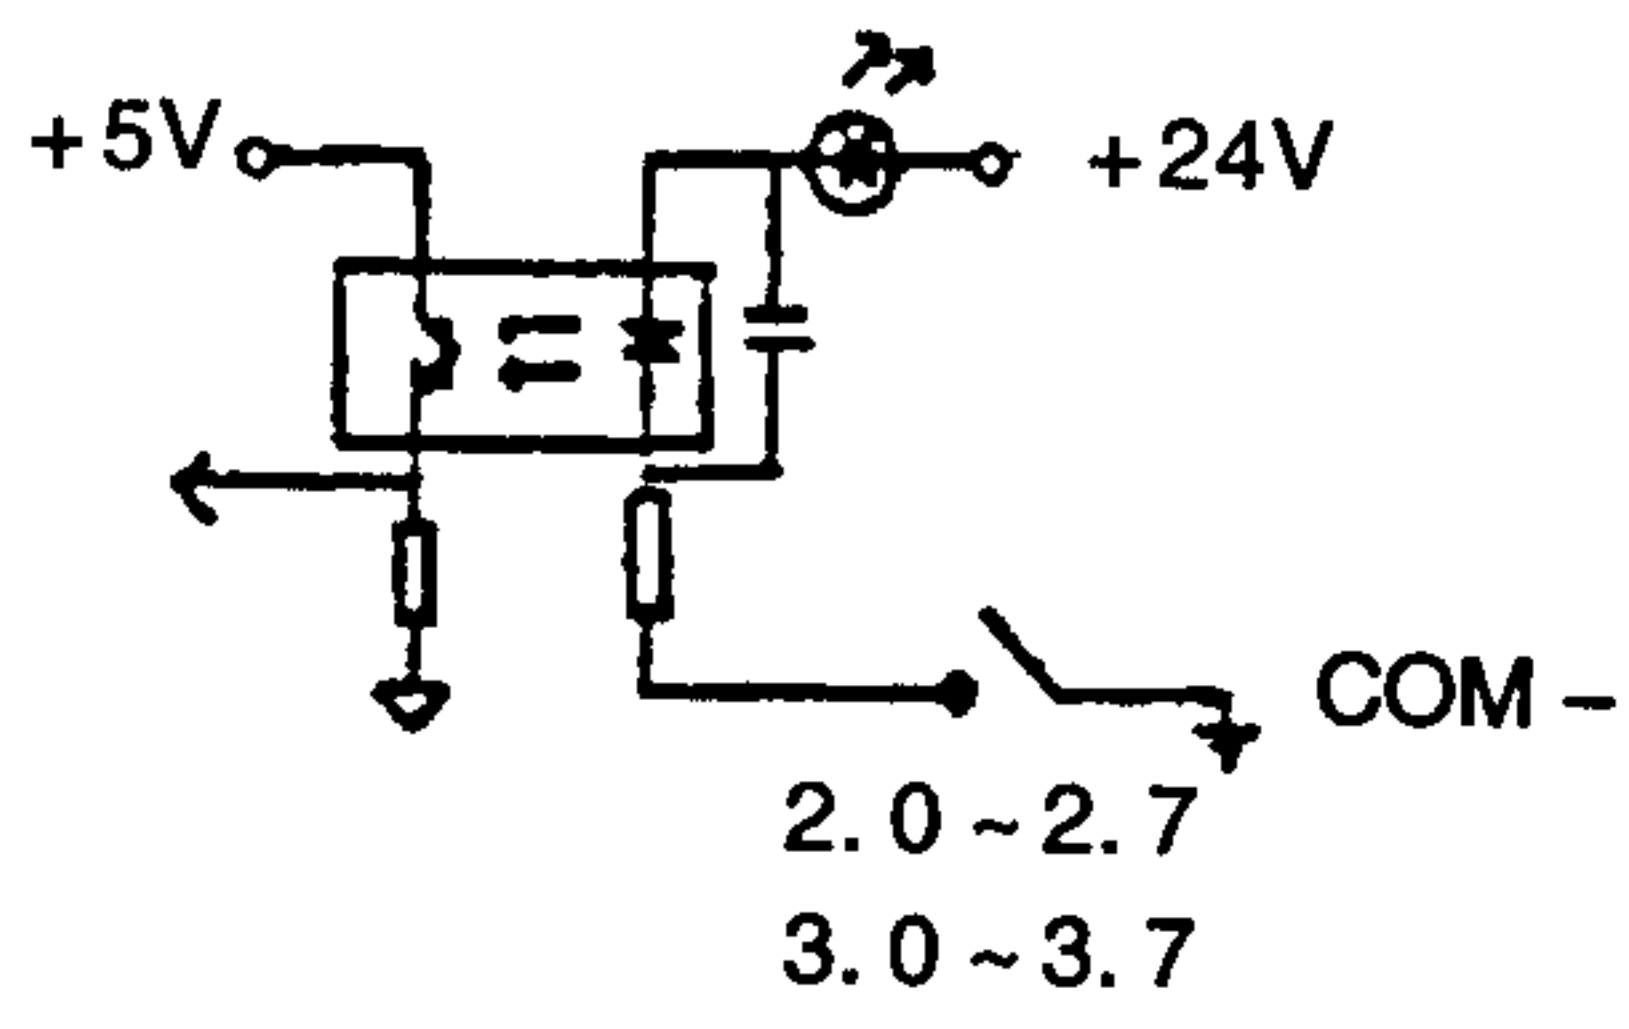

图3 INPORT(输入接口)
3.1 上部为输入端子，地址从 2.0 ~ 3.3，共 12 路，COM - 为公共端，所有输入均为直流 24V 低电平有效，亦即任何一路与 COM - 连通，即为该路有输入信号，每路均有 LED 指示。输入部分接口形式见图 3。
每路输入形式同 3.1 所述,且每路均有 LED 指示,参见图 3。